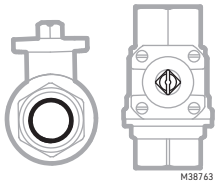

Рис. 3. Приклад відкритого кульового крана.
- Перед установленням переконайтеся, що кульовий кран перебуває у відкритому положенні, щоб забезпечити центрування з приводом. Див. Рис. 3.